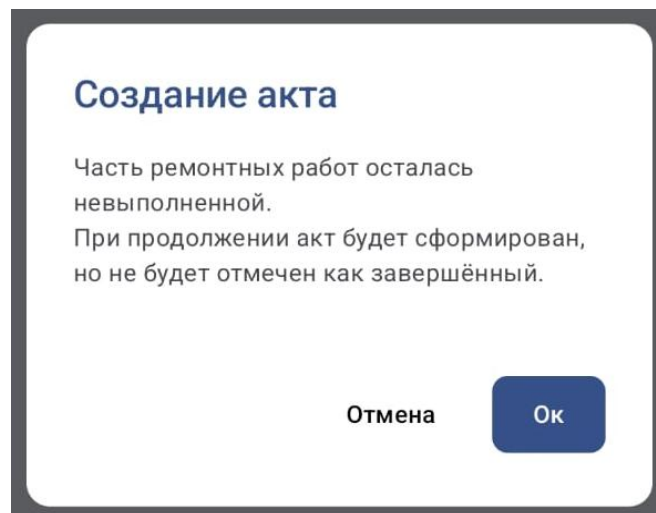

Рисунок 30 – Предупреждение о невыполненной работе.
**Если выполнены не все задачи**, пользователю отобразится предупреждение о том, что не все работы были выполнены (рис. 30). В этом случае акт все равно будет создан и заполнен актуальными данными, но сам наряд не перейдет в статус «Завершенного» и при необходимости его можно взять на доработку.